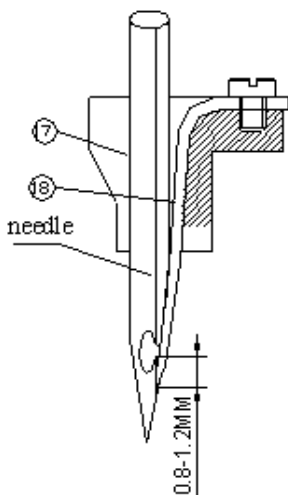

FIG. 11
La hauteur de la pointe de la langue (18) devrait être mis par rapport à l'aiguille. La hauteur est correcte quand la pointe de la langue ferme l'espace entre les deux crochets de l'aiguille, en étendant 0.8-1.2 mm (selon la jauge de l'aiguille) au-delà la pointe du crochet inférieur, et la barre est à son U.D.C. FIG. 11.